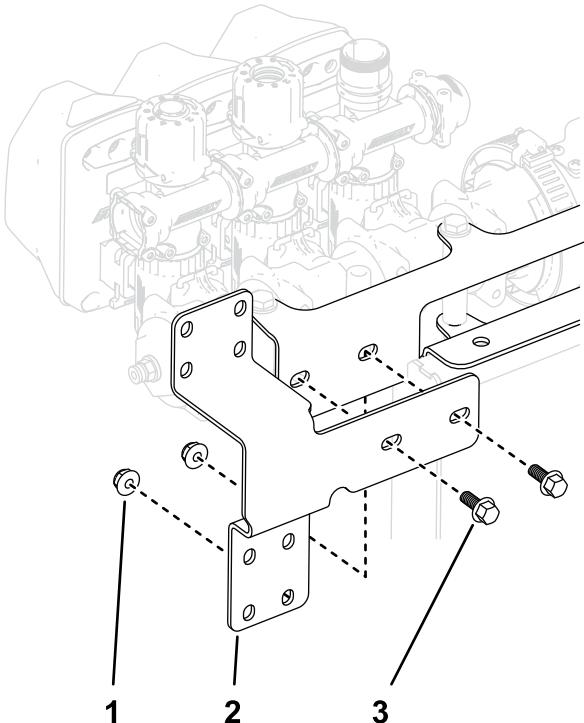

图 25
2. 使用 2 个凸缘头螺栓 $1/4 \times 5/8$ 英寸和锁紧螺母 $1/4$ 英寸将控制阀支架安装到阀安装座框架上如 图 25 所示。